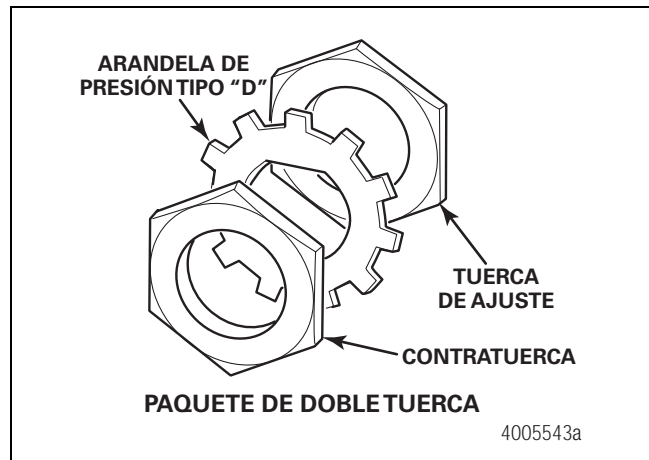

Figura 6.9
6. Instale en la espiga el paquete de doble tuerca. Figura 6.9.